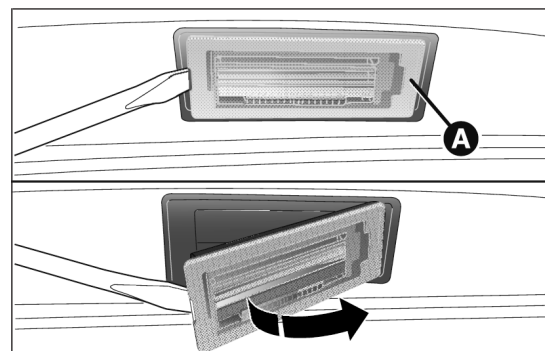

fig. 190
- enlever le transparent A fig. 190 ;
- puis remettre le transparent A fig. 190.